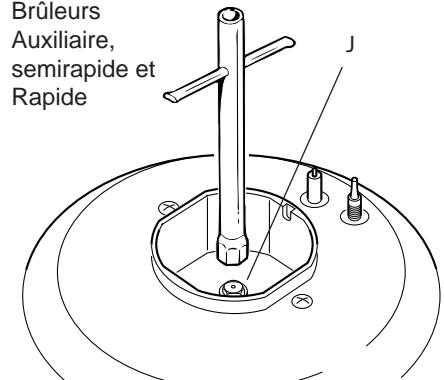

Fig. 9.9
- A l'aide d'une clé plate, remplacer les injecteurs "J" (figs. 9.9, 9.10) par ceux qui conviennent au gaz que l'on va utiliser (voir tableau pour le choix des injecteurs).